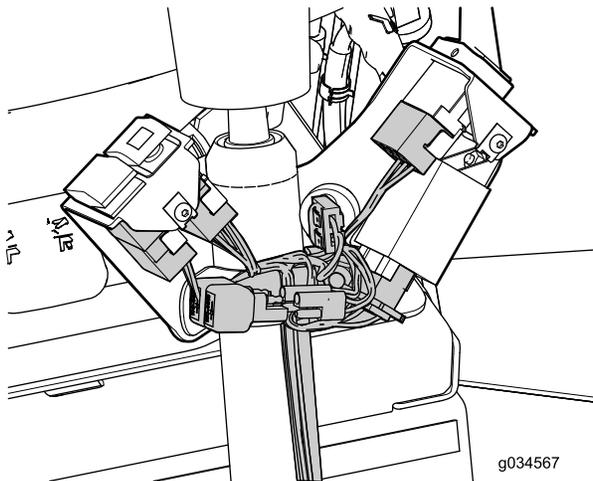

**Figura 21**
- Ricavate un intaglio a forma di U nella copertura (Figura 21).